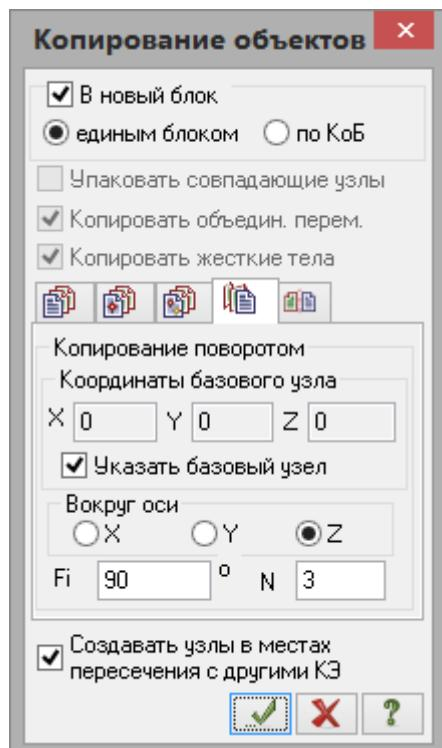

Рис.5.12. Диалоговое окно Копирование объектов
- Вызовите диалоговое окно Копирование объектов на закладке Копирование поворотом (рис.5.12), выбрав команду  – Копирование поворотом в раскрывающемся списке Копирование (панель Редактирование на вкладке Создание и редактирование).